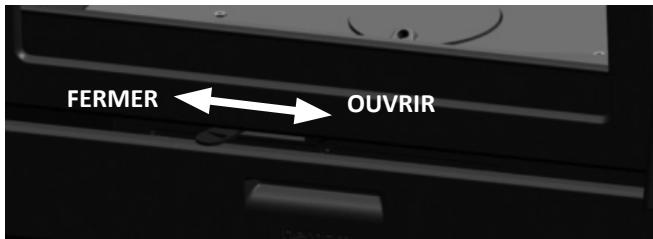

FIG. 3
- En déplaçant de gauche à droite la soupape de réglage l'on permet davantage d'apport d'air pour la combustion (Fig. 3).